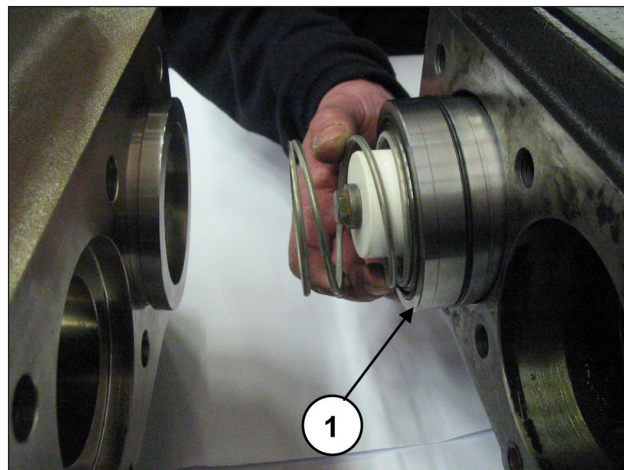

图 135
通过转动轴，使活塞导承向前移动，从而使缓冲垫向前移动，挤出密封圈底座、弹簧和整个活塞组件（位置 ①，图 135）。